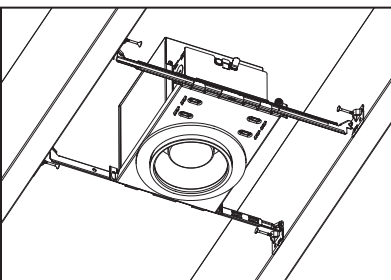
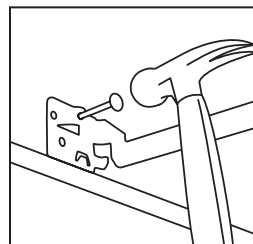

Figura 2
Figura 3
**Paso 1.** Extienda las barras colgantes para que quepan entre las vigas. El pie de la barra colgante está formado para alinearse fácilmente con la parte inferior de la viga (Figura 2). Coloque el accesorio martillando Real-Nails® en las vigas (Figura 3).